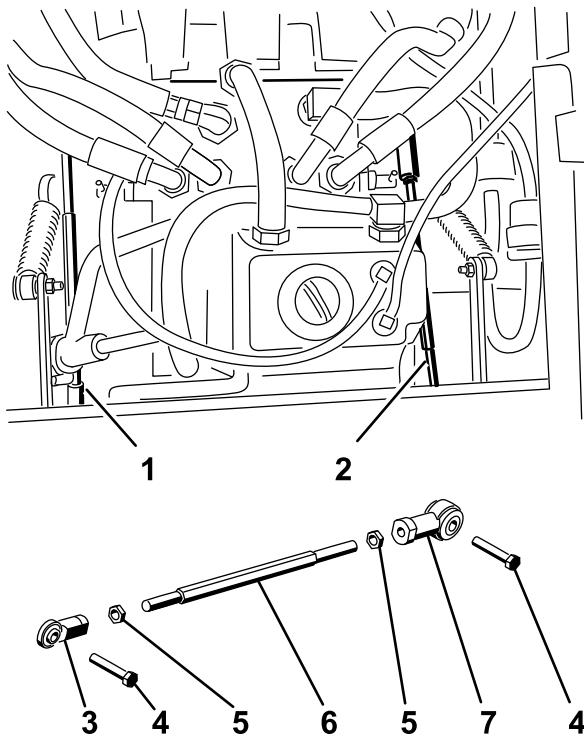

図 51
- 機体の片側で、その側の車輪が停止またはわずかに後退側に回転するように、ポンプロッドの長さを調整する六角シャフトを回して調整する(図 51)。